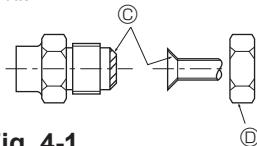

Fig. 4-1
Ⓐ (Fig. 4-1)
Ⓑ (Fig. 4-1)
4.2. Anslutningsrör (Fig. 4-1)